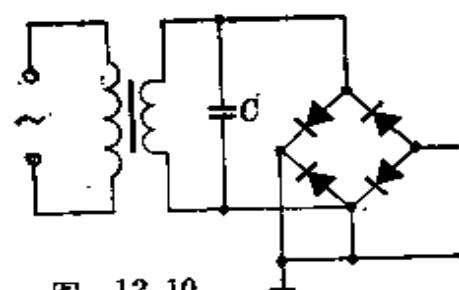

图 12-10
(1) 电源变压器加静电隔离层。方法已在前面介绍过了。
(2) 电源变压器次级加旁路电容 C ，如图 12-10。如果用的变压器是旧的，原来没有静电隔离